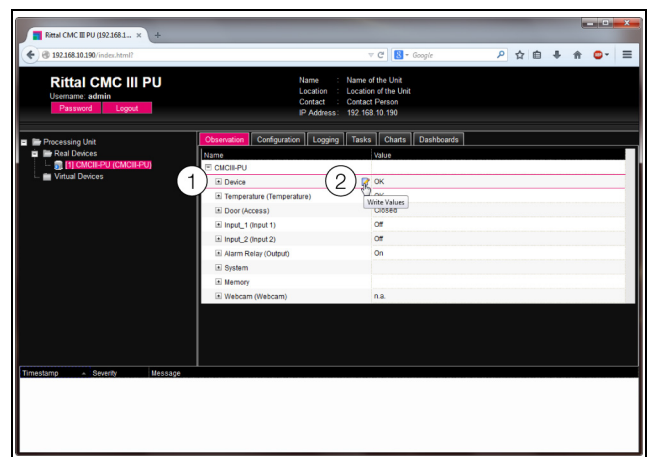

Abb. 35: Auswahl mehrerer Parameter
- Klappen Sie nur den Eintrag „CMCIII PU“ aus, indem Sie auf das „Plus“-Zeichen vor diesem Eintrag klicken (Abb. 35, Pos. 1).
- Setzen Sie den Mauszeiger an das Ende der ersten Spalte in der Zeile „Device“ (Abb. 35, Pos. 2). Es erscheint ein „Edit“-Symbol und der Mauszeiger ändert sich in ein „Hand“-Symbol.